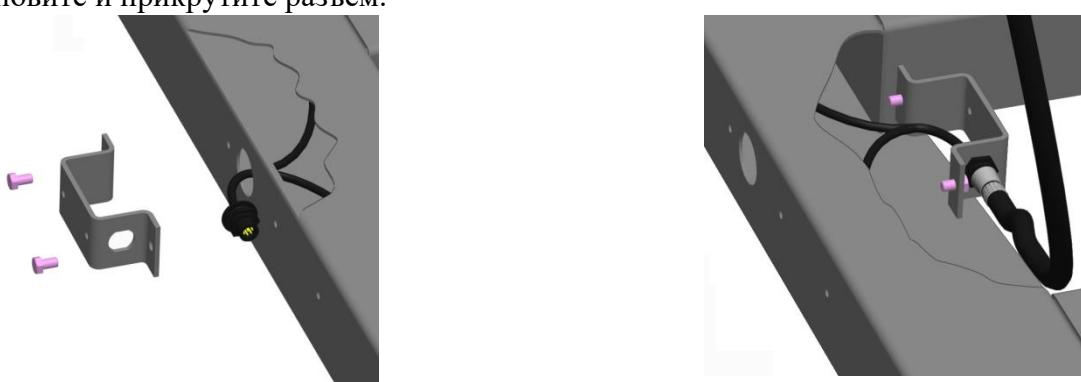

Рисунок 6.2 – Установка разъема для подключения кабеля на внутреннюю сторону рамы модуля
6.3.3.1 Переверните модуль и переставьте разъем для подключения кабеля на внутреннюю сторону рамы модуля (см. рис. 6.2).